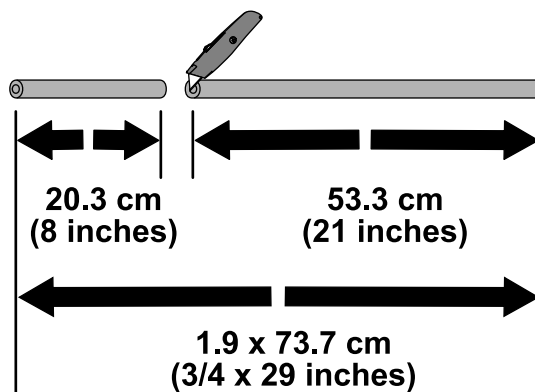

Figura 4
1. Misurate 20,3 cm dall'estremità del flessibile di 1,9 x 73,7 cm e contrassegnate questa posizione (Figura 4).